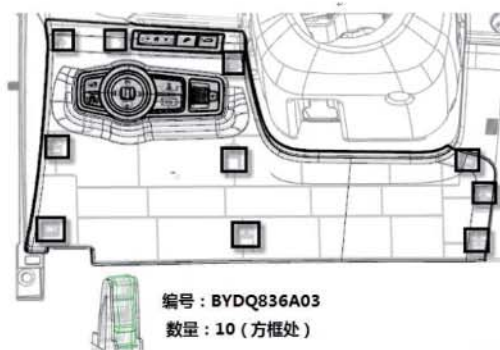

图 1-17 仪表板左下护板安装结构示意图
(1) 手指伸入组合开关罩下方的左下护板背面, 用力往外拉出图 1-17 所示靠近组合开关罩附近一周的卡脚;
(2) 从上到下依次拔出左侧三个卡脚和右侧剩余三个卡脚。
(3) 所有卡脚脱开后, 将左下护板拉出一段距离, 拔掉线束接插件。
(1) 确保十个塑料卡扣安装在相应位置 (详见图 1-17 方框处标注);
(2) 产品沿水平方向靠近仪表板上本体, 接上线束接插件;
(3) 将产品各卡脚对准仪表板上本体安装孔, 将下端部分轻拍到位, 而上端部分先安装好组合仪表罩上的左侧亮饰条后轻拍各装配处至装配牢靠, 外观配合完好。